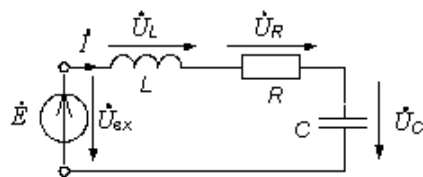

Рисунок 6.2
5) Поясните, чем отличаются лучевые и топографические векторные диаграммы; постройте их для схемы рис.6.2 при условиях а), б), в) табл.6.1, где все напряжения в вольтах, ток в амперах.
6) По данным табл.6.1 определите входное сопротивление цепи для вариантов а), б), в) при последовательном соединении элементов (рис.6.2).
8) По данным табл.6.1 вычислите мощность, потребляемую цепью, схема которой приведена на рис.6.2.
9) Проверьте выполнение баланса мощностей для схемы рис.6.2 по данным табл.6.1.